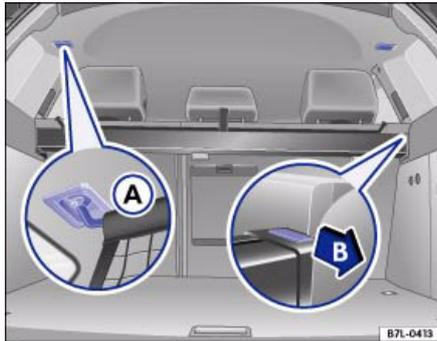

Abb. 83 Hinter der Rücksitzbank: Netztrennwand mit den beiden Aufnahmen (A) im Dachhimmel
- Hängen Sie die Netztrennwand erst oben in die Aufnahme der linken Seite ⇒ Abb. 83 (A) und dann der rechten Seite ein.
- Achten Sie darauf, dass die T-förmigen Enden der Netztrennwand sicher in den Aufnahmen ⇒ Seite 108, Abb. 83 **A** eingehängt sind ⇒ ⚠. ▶